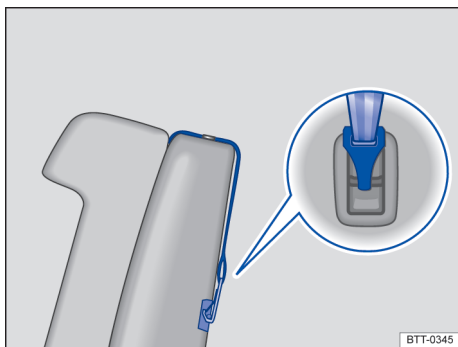

Fig. 36 Exemplo de um cinto de fixação superior preso.
- Caso seja fornecido juntamente com a cadeira de criança, colocar o cinto de fixação superior (Top Tether) da cadeira de criança entre o encosto do banco traseiro, fixando-o no terminal de engate existente na parte posterior do encosto do banco → Fig. 36.